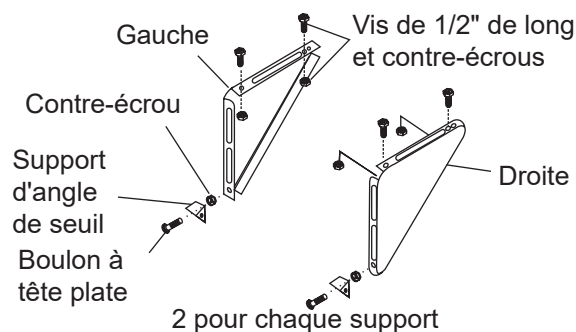

Figure 15B
2. Assemblez l'équerre d'appui aux supports à la position marquée (Figure 15B). Serrez à la main, mais tenez compte des modifications ultérieures.